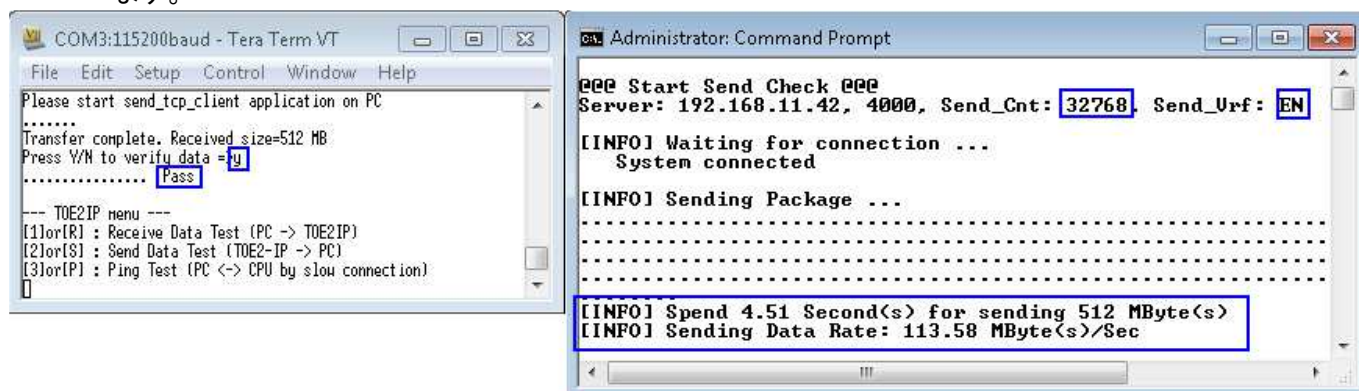
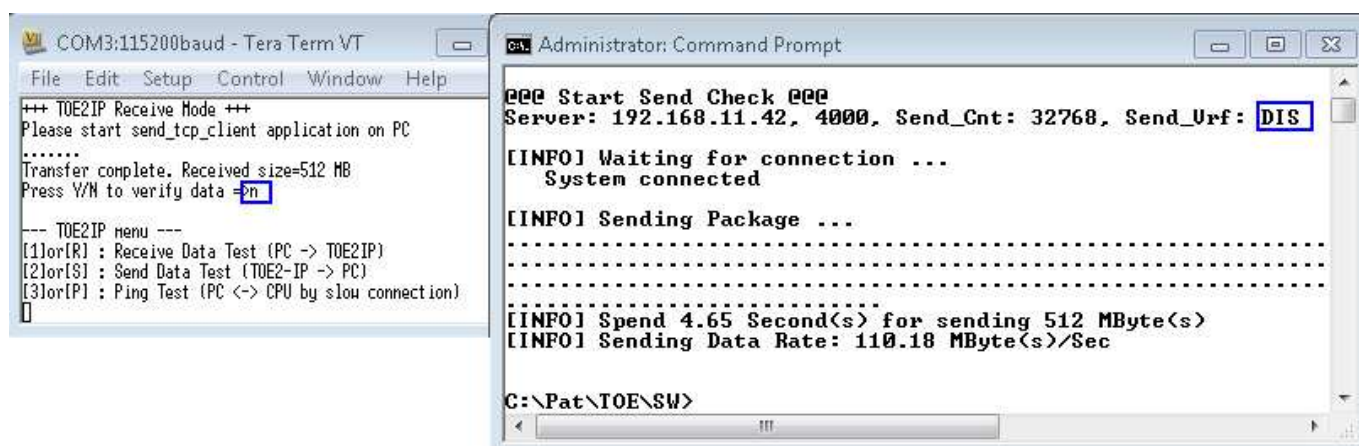

図 13: データ・ベリファイ機能を選択した場合のテスト結果
図 14: データ・ベリファイ機能を使わない場合のテスト結果
- (4) 総転送サイズが 512MByte またはそれ以下の場合、転送終了時に“Press Y/N to verify data”のメッセージが図 13 に示すようにシリアル・コンソールに表示されます。ここでユーザが‘Y’または‘N’キーで FPGA でのデータ・ベリファイを実施するかスキップするかを決めることができます。データ・ベリファイを行う場合、PC 側の“send_tcp_client”で 4 番目のテスト・データ・パターン引数に[1]を指定する必要があります。この引数を 0[0] (ダミー・データ)とした場合、ここは図 14 に示すように‘N’キーにてベリファイをスキップする必要があります。